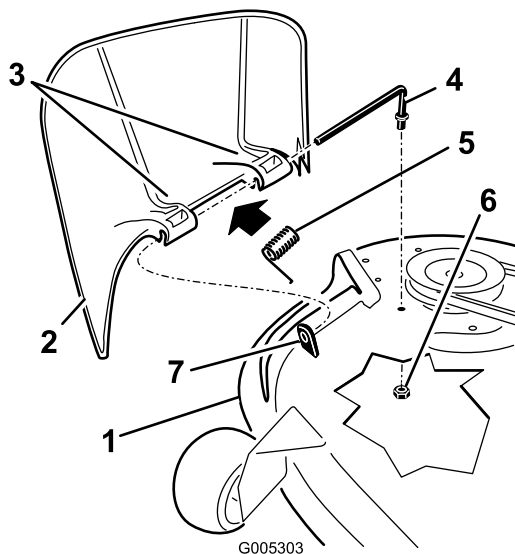

Figura 54
- Localice los elementos mostrados en la Figura 54.
2. Retire la tuerca (9,5 mm) de la varilla (debajo del cortacésped) (Figura 54).
3. Retire la varilla del espaciador corto, del muelle y del deflector de hierba (Figura 54). Retire el deflector de hierba dañado o desgastado.
4. Vuelva a colocar el deflector de hierba (Figura 54).
6. Coloque el muelle sobre la varilla, con los extremos de los alambres hacia abajo, y entre los soportes del deflector de hierba. Deslice la varilla por el segundo soporte del deflector de hierba (Figura 54).
7. Introduzca la varilla, en la parte delantera del deflector de hierba, por el espaciador corto de la plataforma. Fije el extremo trasero de la varilla en el cortacésped con una tuerca (9,5 mm) (Figura 54).